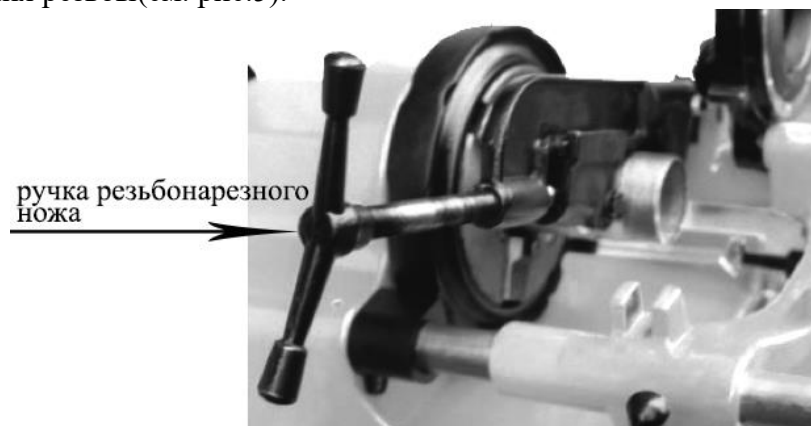

Рис.5
3. Поверните маховик каретки для перемещения резьбонарезного ножа в положение нарезания резьбы(см. рис.5).